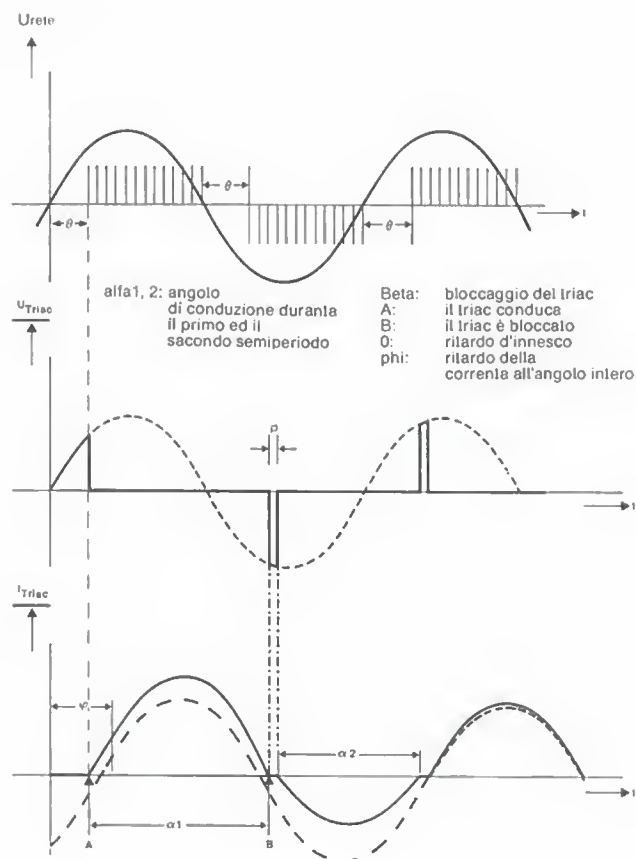

Figura 2. Innesco mediante un treno d'impulsi sincronizzato con la tensione di rete.
Facendo riferimento allo schema elettrico di Figura 2, l'amplificatore operazionale A1 somma i segnali applicati agli ingressi L ed R e fornisce il segnale per il controllo di guadagno al chip limitatore NE572 (IC3). Quantunque sia economico montare un controllo di
La Figura 1c mostra un circuito di controllo per triac leggermente più complicato. Successivamente all'impulso di innesco, vengono generati altri impulsi supplementari, fino al successivo passaggio per lo zero della tensione di rete. Il funzionamento del circuito è illustrato nello schema di temporizzazione della Figura 2. Supponendo una differenza di fase "phi" di 85° tra la tensione di rete e la corrente nel carico ed un angolo di gate 0 di 60° , il triac viene innescato dopo che è trascorso il ritardo d'innesco (A) e rimane in conduzione fino a circa 240° (B), grazie al treno d'impulsi. Viene poi bloccato in corrispondenza al punto B, ma immediatamente fatto ripartire dal successivo impulso ripetitivo applicato al gate. Durante il primo semiperiodo, il funzionamento è leggermente asimmetrico, ma la durata della conduzione diviene gradualmente più bilanciata, come mostrato dalla curva tratteggiata.
Consultate ancora una volta il diagramma di temporizzazione di Figura 2, per osservare ulteriori particolari riguardanti il funzionamento del circuito. I diodi zener D5-D8 forniscono una protezione contro le sovratensioni e, contemporaneamente, garantiscono una tensione di alimentazione stabile per il circuito di innescio, eliminando le
La Figura 2 mostra lo schema elettrico del trasmettitore a raggi infrarossi portatile a quattro canali, interamente for-